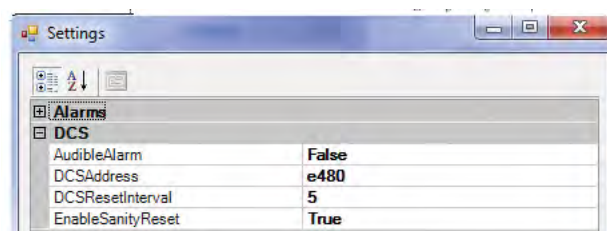
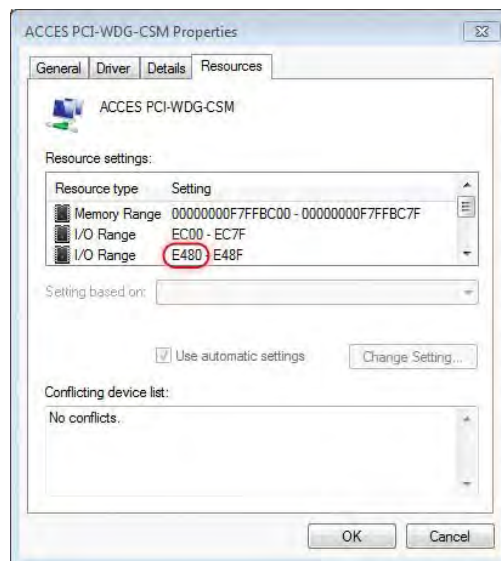

Abbildung 6.26: Alarm - DSC-Einstellungen
Abbildung 6.26a: Adresse der Alarmkarte
- DCSAddress-Adresse des potentialfreien Kontaktsystems wird im Werk auf den Wert eingestellt, der für die Alarm-Plausibilitätskarte benötigt wird. Sie erhalten die Adresse, wenn Sie das Computersymbol (MyComputer in XP) mit der rechten Maustaste anklicken und aus dem Menü "Manage" auswählen. Das Computer-Managementprogramm wird angezeigt. Wählen Sie "Gerätanager [Device Manager]" aus der linken Spalte, klicken Sie "Datenerfassung [Data Acquisition]" zweimal an und klicken Sie danach zweimal auf "ACCES PCI-WDG-CSM". Wählen Sie die Registerkarte "Ressourcen" und merken Sie sich die vier ersten Zeichen der zweiten Einstellung des E/A-Bereichs, siehe Abbildung 6.26a: Adresse der Alarmkarte. Diese Adresse (z. B. E480) wird in den Dialog "Einstellungen [Settings]" des Central Management™-Systems eingegeben, nachdem die Software installiert ist. Diese Adresse wird im Central Management™-Einstellungsdialog in die Zeile "DCSAddress" eingefügt. Siehe Abbildung 6.26: Alarm - DSC-Einstellungen.